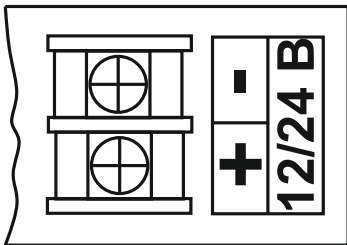
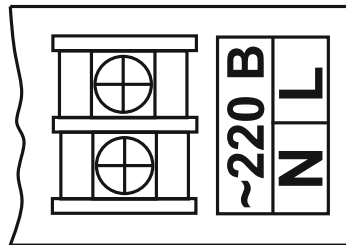

Рисунок 1.
Рисунок 2.
- 6.5 Вытащить плату из корпуса, подсоединить кабель к клеммной колодке в соответствии с маркировкой, расположенной на плате (**УА-2-12/24** - рисунок 1) и (**УА-2-220 и УА-2-220-А** - рисунок 2).